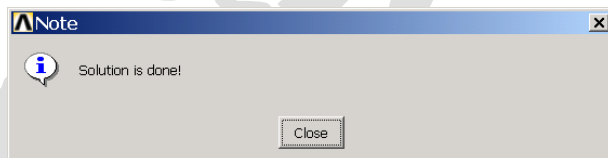

图1.42 计算结束提示信息
(2) 单击【Solve current Load Step】对话框中的【OK】按钮，程序开始计算。
(3) 计算完毕后，会出现提示信息【Solution is done!】，如图 1.42 所示，单击【Close】按钮关闭即可。